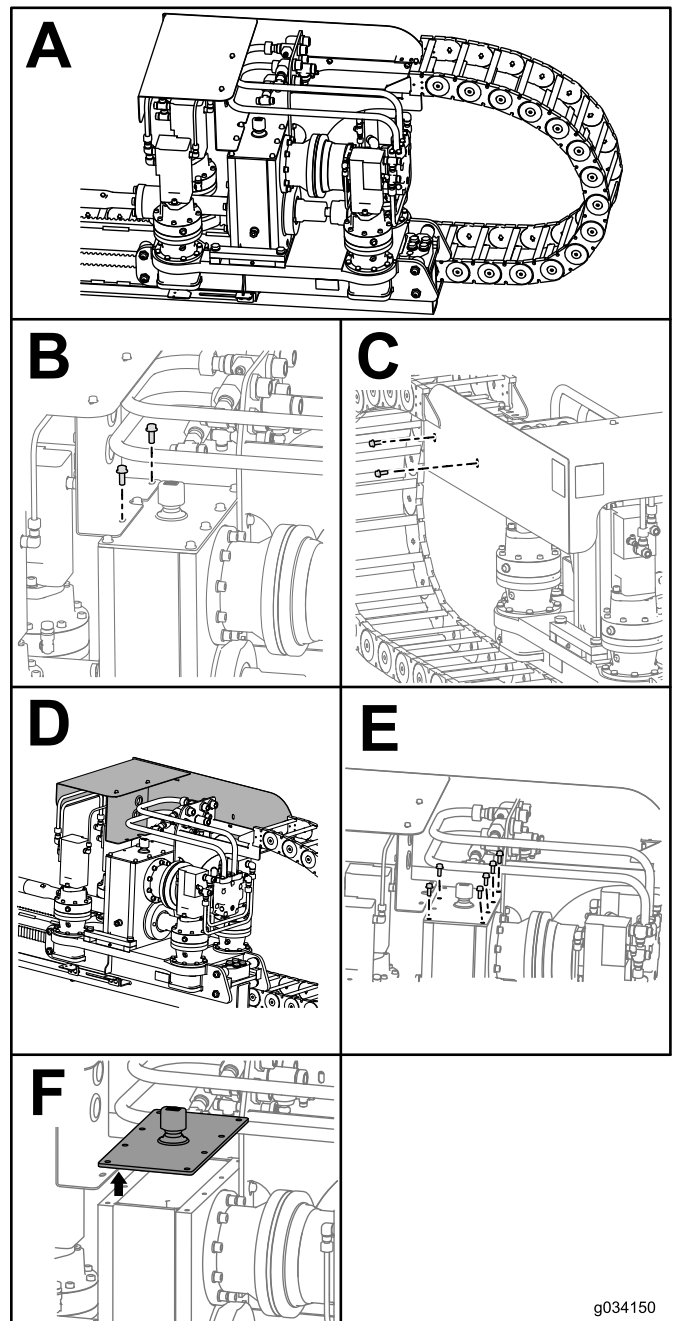

Figure 104
3. Enlevez les 2 boulons et écrous sur le dessus de la protection de chariot (encadré B de la Figure 104).
4. Enlevez les 2 boulons et écrous sur le côté de la protection de chariot (encadré C de la Figure 104).
5. Faites glisser la protection de chariot vers l'avant (encadré D de la Figure 104).
6. Retirez les 6 boulons du boîtier d'engrenages (encadré E de la Figure 104).
7. Retirez le couvercle du boîtier d'engrenages et siphonnez l'huile (encadré F de la Figure 104).
11. Remettez le couvercle sur le boîtier d'engrenages et installez les 6 boulons sans les serrer (encadré E de la Figure 104).
12. Remettez la protection du chariot en place et installez les 2 boulons sans les serrer (encadré C de la Figure 104).
13. Posez les 2 boulons qui fixent la protection du chariot sur le boîtier d'engrenages (encadré B de la Figure 104).